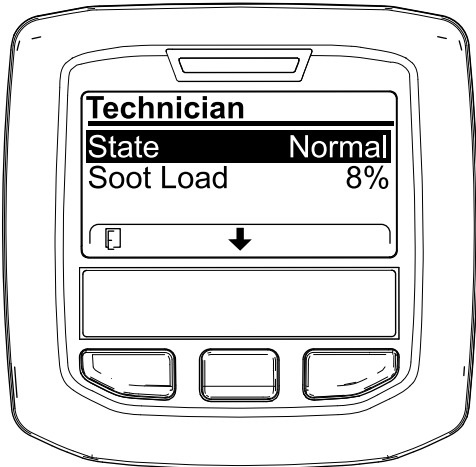

Bild 26
- Lesen Sie in der Tabelle für den Dieselpartikelfilter-Betrieb den aktuellen Zustand des Dieselpartikelfilter-Betriebs nach (Bild 26).